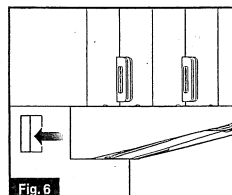
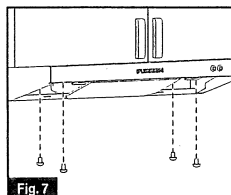

Fig. 6
Fig. 7
6. Insérez le collet de l'évent à l'arrière de la hotte dans la zone de découpage et fixer la hotte sur le coffret supérieur avec quatre vis fournies. (Fig. 6 et Fig. 7)